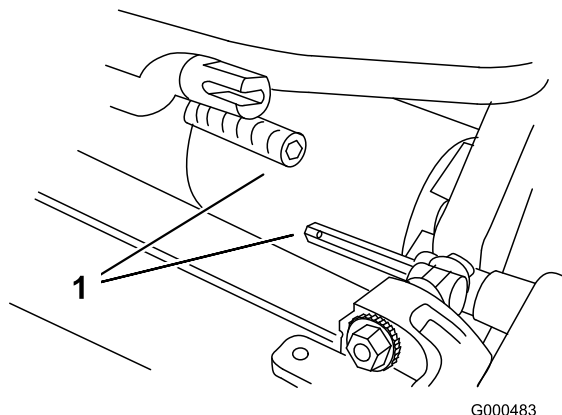

Figure 48
6. Tirez le plateau de coupe en avant d'environ 51 mm, puis vers la droite pour dégager l'accouplement de la transmission (Figure 48).